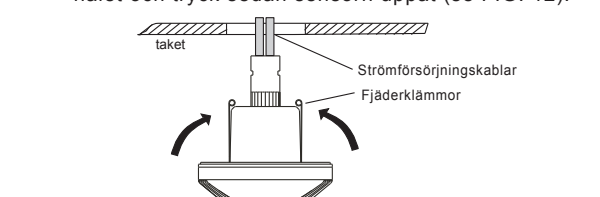

FIG. 12
- 3.3.2.4 För in sensorns båda fjäderklämmor i det borrade hålet och tryck sedan sensorn uppåt (se FIG. 12).
3.3.3.4 Sätt ihop sensorn och strömförsörjningslådan och fixera dem med två skruvar (se FIG. 12).